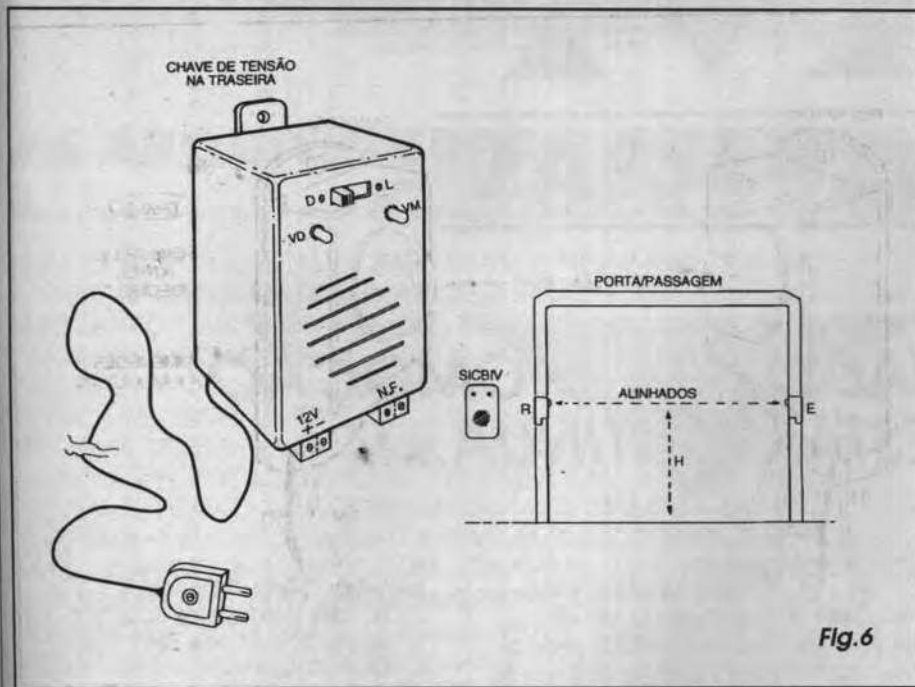

Fig. 6
- FIG. 6 - CAIXA, INSTALAÇÃO, CALIBRAÇÃO E USO... - O módulo de apoio do SICBIV pode ser acondicionado numa caixa plástica padronizada, cujas dimensões dependerão basicamente do alto-falante e do transformador utilizados... De modo geral, o *lay out* poderá seguir a sugestão mostrada no diagrama, com os furos de saída de som do alto-falante, os LEDs indicadores, e o interruptor geral, todos no painel frontal do *container*, ficando na parte inferior (ou numa das laterais da caixa...) os dois pares de contatos para ligações de alimentação e dos terminais NF... A chave de tensão (tipo *mexe uma vez e deixa como está*...) pode ser instalada na traseira, já que seu botão *raso* não impedirá que a caixa *encoste* na parede, numa eventual instalação desse tipo... Finalmente, uma braçadeira ou *orelha* perfurada poderá ser anexada mecanicamente à traseira da caixa, facilitando a sua fixação no local escolhido... O par ativo infra-vermelho deve ser fixado de modo que as lentes do **emissor/receptor** *apontem diretamente* uma para a outra, em condição perfeitamente alinhada, ao longo da passagem, porta, corredor ou área a ser controlada... Graças à presença do par de LEDs indicados no SICBIV, fica fácil monitorar o alinhamento: enquanto este não for obtido, permanece aceso o LED **vermelho** (que, inclusive, serve para indicar durante o funcionamento normal, que a barreira